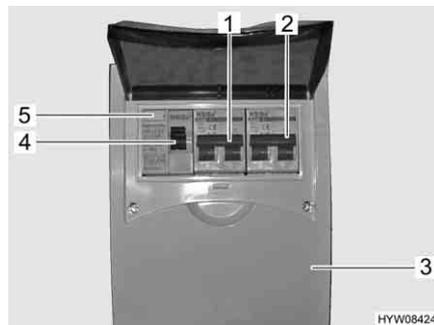

Fig. 125 Scatola dei fusibili a 230 V con interruttore di sicurezza e interruttore automatico FI
Un interruttore di sicurezza per correnti di guasto (interruttore automatico FI) (Fig. 125,5) nella scatola dei fusibili (Fig. 125,3) protegge l'intero veicolo da correnti di guasto (0,03 A).
L'interruttore di sicurezza collegato in serie (10 A) (Fig. 125,1) protegge le prese da 230 V, la centralina elettrica, il caricabatteria supplementare e il frigorifero.
Per veicoli con accessori opzionali, p. es. il riscaldamento ad aria calda con riscaldatore elettrico a immersione o l'impianto di climatizzazione a tetto, un ulteriore interruttore di sicurezza (16 A) (Fig. 125,2) protegge l'apparecchio. La scatola dei fusibili si trova vicino al collegamento a 230 V.
- Se il veicolo è collegato all'alimentazione a 230 V, premere il tasto di controllo (Fig. 125,4). L'interruttore di sicurezza per correnti di guasto (FI) deve scattare.